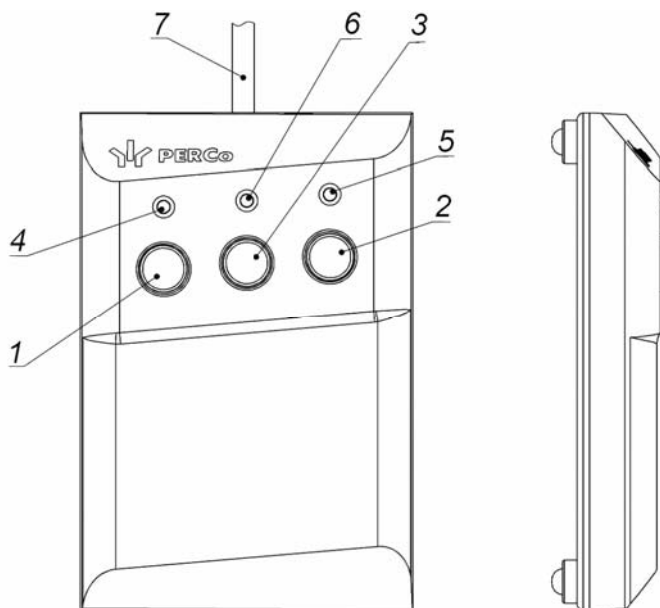

Рисунок 3. Общий вид и габаритные размеры ПДУ
ПДУ (16) выполнен в виде небольшого настольного прибора в корпусе из ударопрочного АБС-пластика и предназначен для задания и индикации режимов работы при ручном управлении ЭП. Внешний вид ПДУ показан на рис. 3.